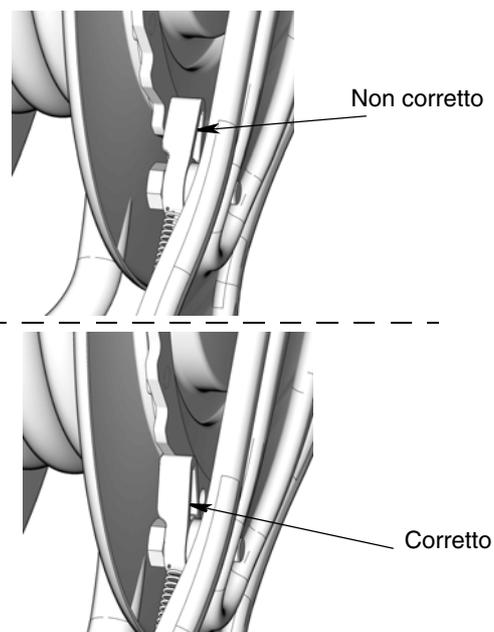

FIG. 4
*Gettare le 4 viti (101) e rondelle (102) in eccesso fornite con il Kit di montaggio della piastra. Questi articoli non sono sufficientemente resistenti per sostenere la bobina per cavi, il cavo e gli accessori e vanno usati soltanto per le applicazioni di montaggio con profilato aperto.
2. Controllare che il dente d'arresto non sia bloccato (FIG. 4). (Vedere anche Informazioni generali sull'installazione, pagina 8).
1. Solo per montaggio al soffitto: posizionare la bobina per cavi in modo che la base della bobina sia rivolta verso l'alto. Controllare che il dente d'arresto non sia bloccato (FIG. 4, 9). (Vedere anche Informazioni generali sull'installazione, pagina 8).
1. Controllare che il dente d'arresto non sia bloccato (FIG. 4, 9). (Vedere anche Informazioni generali sull'installazione, pagina 8).